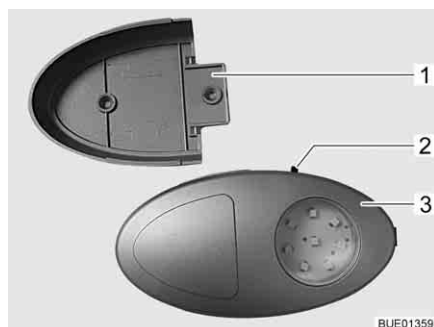

Fig. 70 Luce armadio guardaroba
- ▷ È possibile estrarre la luce armadio guardaroba dal supporto a vite (Fig. 70,1) e utilizzarla come torcia elettrica.
L'interruttore di accensione/spengimento (Fig. 70,2) è montato direttamente sulla luce armadio guardaroba (Fig. 70,3).